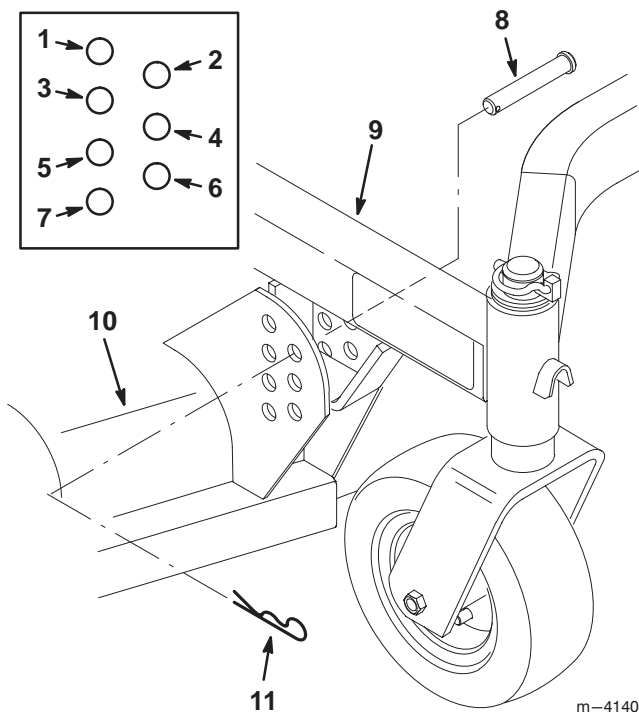

Bild 6
2. Bringen Sie das Schneidwerk mit vier (4) Klappsteckern und Splinten am Trägergestell an (Bild 6).